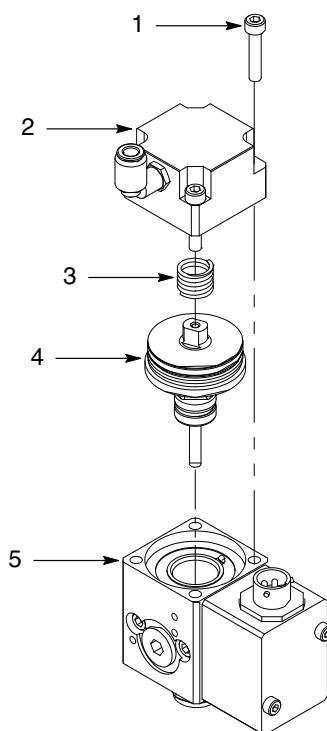

Рис. 8 Замена типового уплотнительного картриджа выпускного клапана
- См. рис. 8. Вывернуть винты (1) крепления крышки пневмоцилиндра (2) на корпусе (5).
- Снять пружину (3) с уплотнительного картриджа (4).